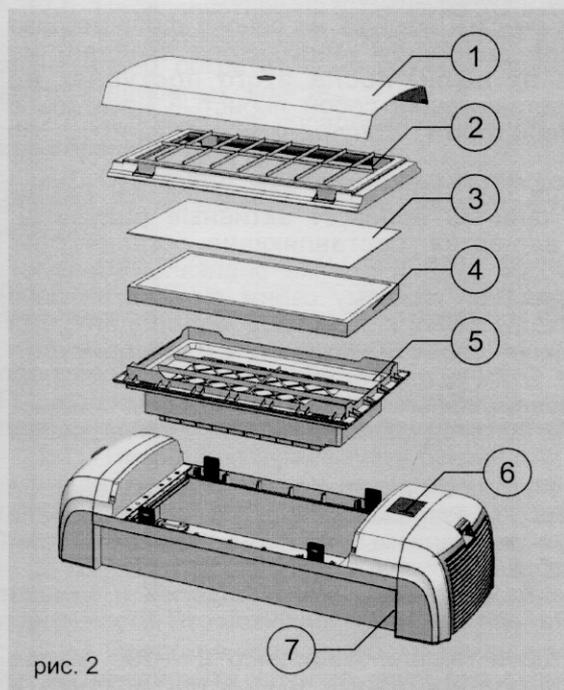
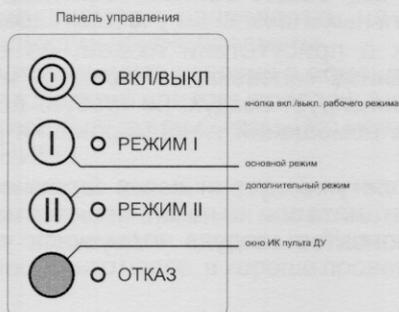

рис. 2
рис. 3
Подсоедините прибор к источнику питания (воткните вилку шнура электропитания прибора в розетку). Для перевода прибора в «режим ожидания» переведите переключатель «0/1» ( выключатель электропитания 7 (СЕТЬ) рис. 2 стр. 6) в положение «1». На панели управления (рис. 3 стр. 6) светодиод Вкл/Выкл. начинает моргать зеленым светом.
Для перевода прибора в рабочий режим на панели управления нажмите кнопку «Вкл/Выкл» (рис. 3, стр 6 ), при этом светодиод начинает постоянно гореть зеленым светом.
Для переключения режимов работы нажмите кнопки «РЕЖИМ I» или «РЕЖИМ II» на панели управления (рис. 3, стр. 6), при этом загораются соответствующие режиму светодиоды.
- нажать кнопку «Вкл/Выкл» на панели управления (рис. 3, стр. 6) и перевести прибор в режим ожидания, при этом светодиод начнет моргать зеленым светом;
- перевести выключатель электропитания 7 (СЕТЬ) (рис. 2, стр. 6) в положение «0»;
При неисправной работе прибора загорается красный светодиод «ОТКАЗ» на панели управления (рис. 3, стр. 6) и прибор отключается, при этом необходимо отключить прибор от сети кнопкой 7 (рис. 2, стр. 6), перевести ее в положение «0».
- нажать кнопку 7 (рис. 2, стр. 6), перевести ее в положение «1»;
- нажать кнопку «Вкл/Выкл» на панели управления (рис. 3, стр. 6).